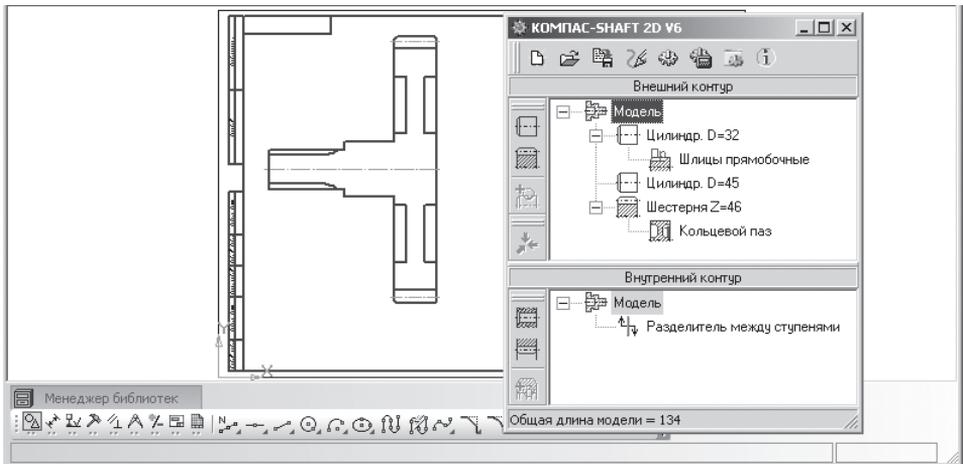

Рис. 3.28. Результат ввода шлицев на первой цилиндрической ступени вала
- щелкните в диалоговом окне **Шлицы прямоугольные** по кнопке  – **ОК** для завершения ввода данных на первой цилиндрической ступени вала шлицев. Появятся шлицы на первой ступени вала, см. рис. 3.28, и пункт **Шлицы прямоугольные** в верхнем окне главного окна системы КОМПАС-SHAFT 2D V6.